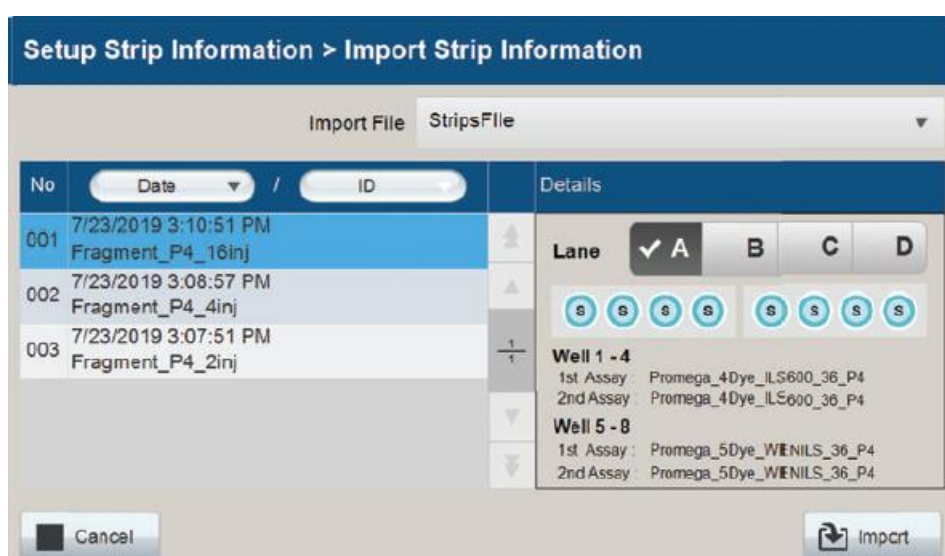

図 77 Import Strip Information 画面：ストリップの詳細
4. Strip File が選択されると、そのストリップの詳細が画面右側の Details に表示されます。(図 77)